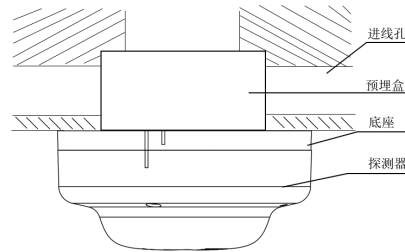

图 5：探测器安装示意图
2. 可将探测器安装在 86H50 型预埋盒上。安装示意图如图 5 所示。